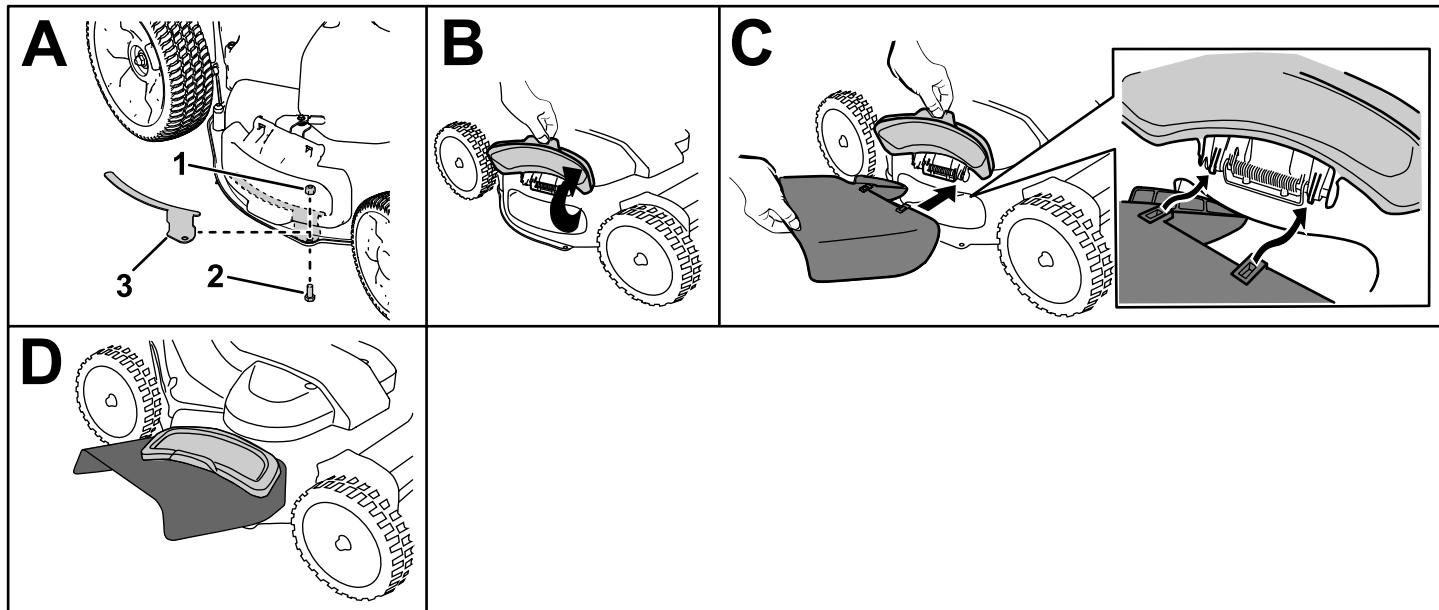

Figura 19
1. Retire el soporte y las fijaciones del deflector de descarga lateral (Figura 19, A).
2. Levante el deflector de descarga lateral (Figura 19, B).
3. Instale el conducto de descarga lateral y cierre el deflector sobre el conducto (Figura 19, C, y D).
**Importante:** Instale el soporte del deflector cuando no utiliza el conducto de descarga lateral (Figura 19, A)